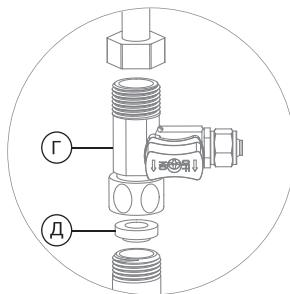

Рис. 6
1. Установите тройник-адаптер (Γ) на магистраль холодной воды, уплотнив соединения тройника и подающей магистрали уплотнительной шайбой (Δ), поставляемой в комплекте (рис. 6).